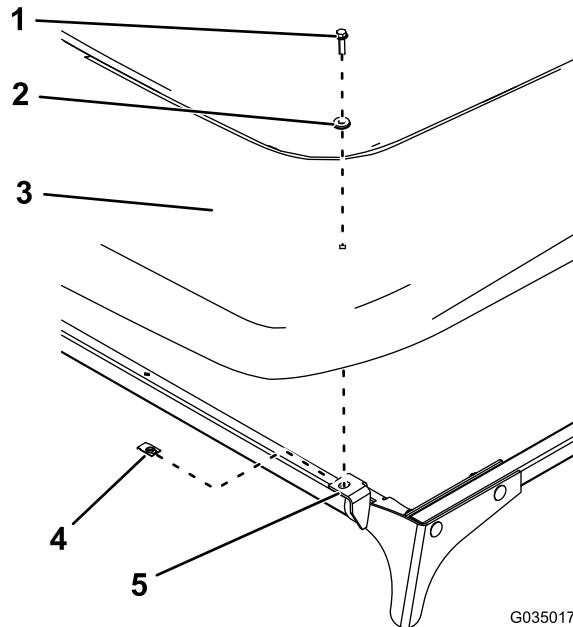

图12
13. 如图12 所示, 用 2 个夹子、2 个密封垫圈和 2 个六角头螺栓 ($\frac{1}{4}$ x 1 英寸) 将遮阳篷安装到前安装板上。